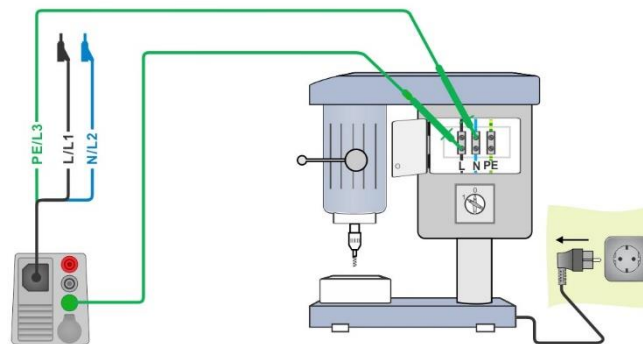

Abbildung 7.126: Messung Restspannung
- › Schließen Sie den 3-Leiter Prüfadapter am Messgerät und am Prüfling an, siehe **Abbildung 7.126**.
- › Schließen Sie den Prüfling an das Versorgungsnetz an und schalten ihn ein, siehe **Abbildung 7.126**.